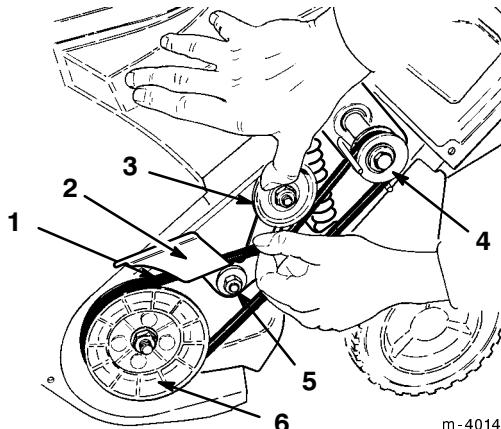

Bild 19
- Lockern Sie die Mutter am Spanngelenk (Bild 19).
- Entfernen Sie den Treibriemen von der Rotorscheibe (Bild 19).
- Drücken Sie auf die Spannscheibe, um den Bremsarm zu befreien und ziehen den Treibriemen von hinter dem Bremsarm ab (Bild 19).
- Schieben Sie den Treibriemen von der Antriebsscheibe ab (Bild 19).
- Legen Sie den neuen Treibriemen um die Antriebs scheibe und hinter den Bremsarm (Fig. 19).
- Ziehen Sie den Riemen, während Sie den Treibriemen festhalten, auf die Rotorscheibe und drehen den Rotor mit Ihrer freien Hand, bis der Treibriemen vollständig auf die Rotorscheibe aufgezogen ist (Bild 19).
- Ziehen Sie die Motorbefestigungsmuttern und die Spanngelenkmutter (Bild 19) auf 19,2 bis 22,6 Nm fest.